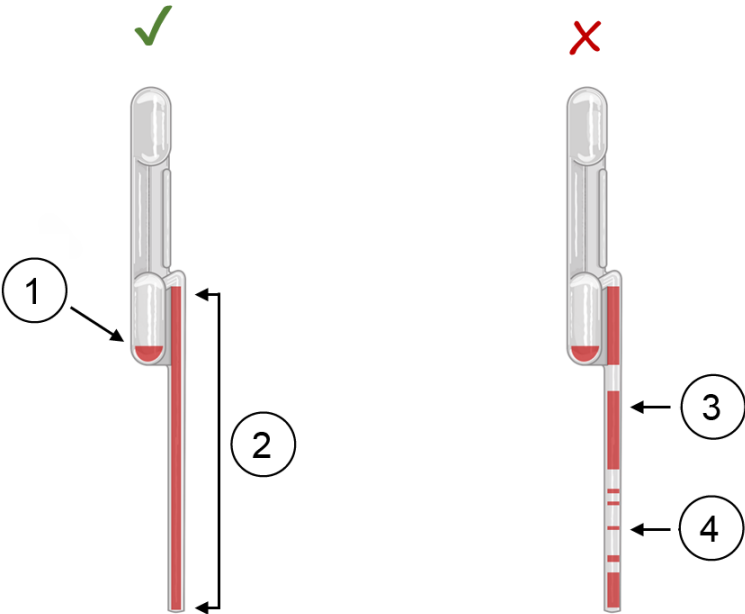

Figura 2. Xpert HIV-1 Qual XC Micropipeta de transferencia de 100 µl de la prueba (uso correcto e incorrecto)
- Transfiera inmediatamente 100 µl de sangre completa utilizando la micropipeta suministrada (Figura 2) apretando el bulbo superior y, a continuación, soltándolo suavemente para aspirar la sangre al interior de la micropipeta. El exceso de sangre rebosará hacia el bulbo inferior.
Importante Asegúrese de NO aspirar aire en la pipeta después de haberla retirado de la superficie de la sangre en el recipiente de recogida con EDTA, ya que esto puede dar lugar a un volumen de sangre insuficiente (consulte la Figura 2). ¡NO vierta la muestra en la cámara! Deseche la pipeta después de su uso.